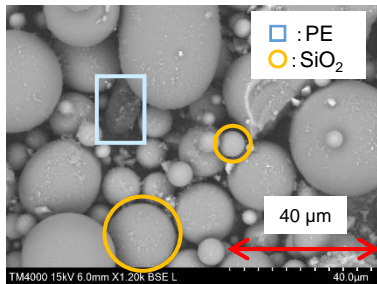
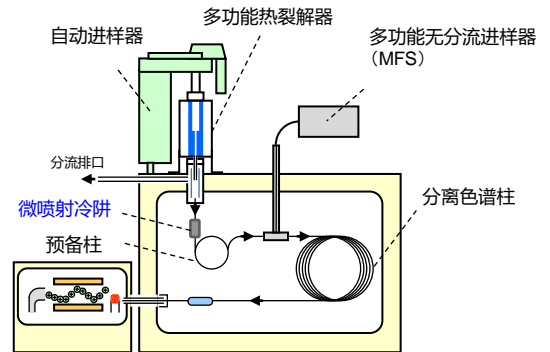

Fig. 1 PE和SiO2的混合样品的SEM图像(背散射电子图像).
Fig. 2 装置构成.
**[背景]** 热裂解(Py)-GC/MS是对于微塑料的分析有效的分析方法之一，可实现聚合物混合物的定性定量分析。用于微量的聚合物分析，用多功能无分流进样器(MFS) 通过Py-GC/MS的F-Splitless进样法，可高灵敏度检测0.1 ng的聚苯乙烯1)。另外，聚苯乙烯 (PE) 的分析中，在室温中难溶于溶剂的原因不能萃取或者浓缩，也产生很多高沸点的热裂解产物，因此测定花费长时间也是个重点问题。在本片中，用F-Splitless进样法通过Py-GC/MS测定微量的PE，与分流进样法得到的热解图进行比较2)。
**[方法]** 将 1 mg PE (粒径约 10 μm) 中添加999 mg SiO2 (粒径约 30 μm)，并在研磨装置 (IQ MILL-2070) 中混合，将 PE 稀释 1000 倍。Fig. 1 显示混合样品的 SEM图像。测定使用配备MFS等的Py-GC/MS装置如Fig. 2所示。为了缩短测定时间，启动MFS反吹功能以将高沸点组分从系统中排出。